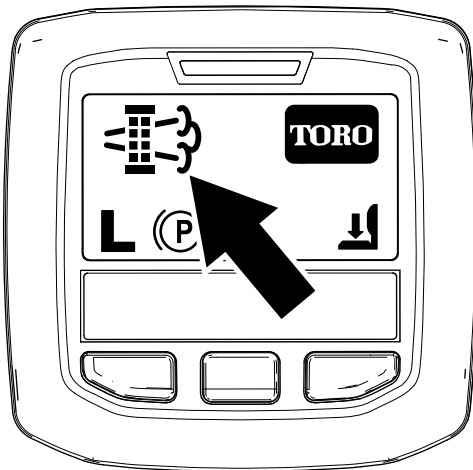

Figure 70
- Quand le calculateur moteur demande une régénération en stationnement ou une régénération d'urgence, l'icône de demande de régénération (Figure 70) s'affiche sur l'InfoCenter.